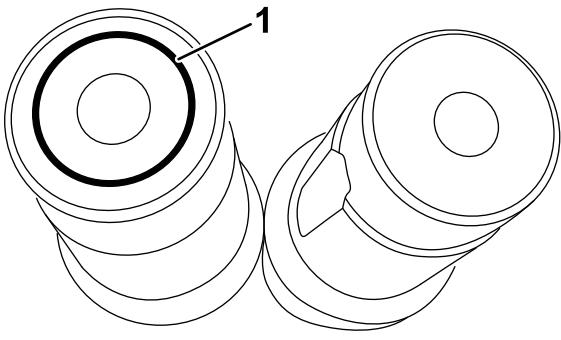

Figura 7
**Nota:** El motor de la rueda izquierda está identificado con un punto amarillo o con una ranura circular mecanizada en el eje del motor, según se muestra en Figura 7.